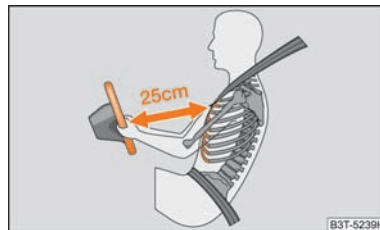

Abb. 159 Sicherer Abstand vom Lenkrad
- Für den Fahrer und Beifahrer ist es wichtig, einen Abstand von mindestens 25 cm vom Lenkrad bzw. von der Schalttafel einzuhalten → Abb. 159. Wenn Sie den Mindestabstand nicht einhalten, kann Sie das Airbag-System nicht schützen - Lebensgefahr! Außerdem müssen die Vordersitze und die Kopfstützen immer der Körpergröße entsprechend richtig eingestellt sein.